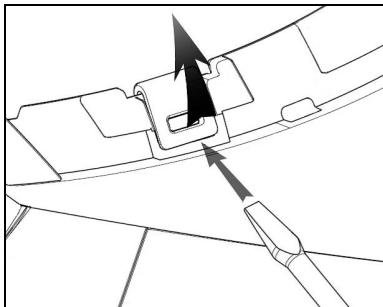

Abb. 18
- Haken Sie den rechten und linken Befestigungsclip der Helmschale los, indem Sie sie mit einem flachkantigen Schraubenzieher oder einem ähnlichen Werkzeug mit Hebelwirkung nach außen drücken, und zwar wie auf Abb. 18 dargestellt.